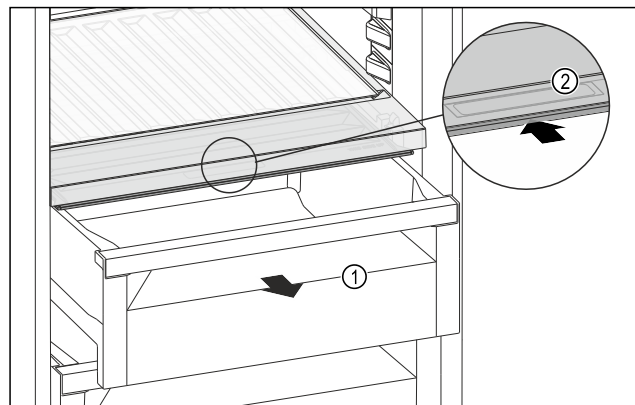

Fig. 129
- ▶ Schubfach Fig. 129 (1) herausziehen.
- ▶ Griffmulde Fig. 129 (2) am Fachdeckel anfassen und Fachdeckel gleichzeitig nach hinten schieben.